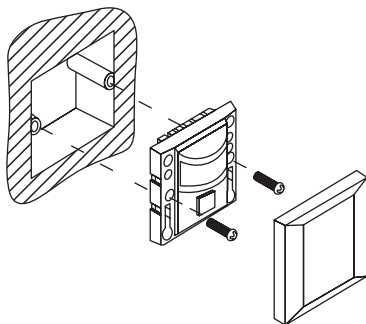

Рисунок 4. Схема монтажа датчиков ДДВ-01, ДДВ-02
5.3.1. Инструкция по монтажу ДДВ-01, ДДВ-02 (рисунок 4):